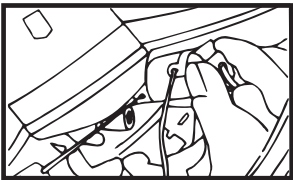

FIGURE 35 • FIGURA 35
- 4) Pour installer le nouveau cylindre du contacteur, reconnectez le câble d'alarme de rappel de la présence de la clef, assurez-vous que tous les composants sont dans la position RUN et que la goupille de retenue est appuyée. Insérez alors le cylindre du contacteur dans le logement et tournez la clé sur la position OFF afin de mettre la goupille de retenue en place (reportez-vous la figure 35).